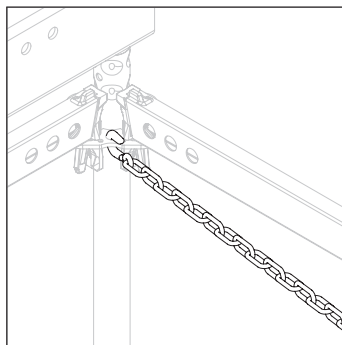

Fig. A10.02c
3. Attaccare la catena di ancoraggio (37) alla gamba. (Fig. A10.02c)